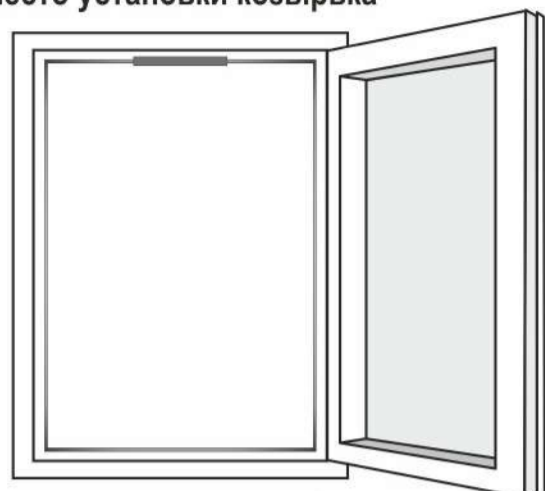

рис. 1
1. На верхней части рамы выбрать место установки наружного козырька (рис. 1, 2).